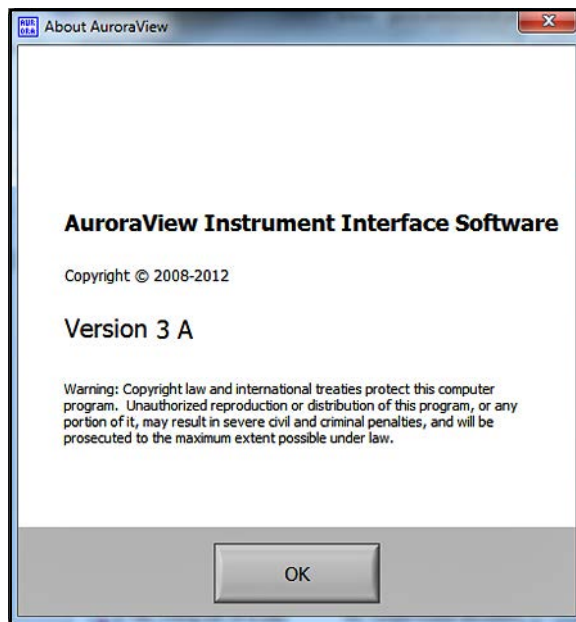

図 71: ソフトウェア情報
6. Help（ヘルプ）をクリックします（以下の図71を参照）。